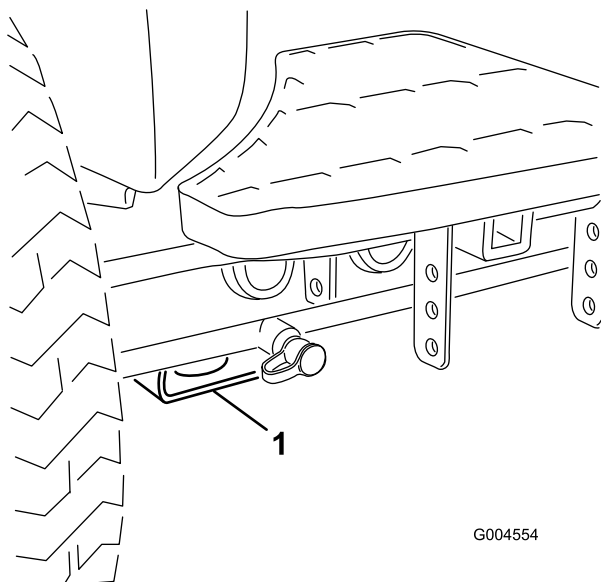

Figure 28
- **Avant de la machine** – patin rectangulaire, sous le tube d'essieu, à l'intérieur de chaque roue avant (Figure 28).